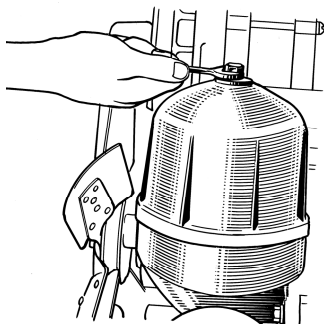

Рис. 69. Отвртывание гайки колпака
- 1 Отвернуть гайку колпака фильтра (рис. 69) и снять колпак.